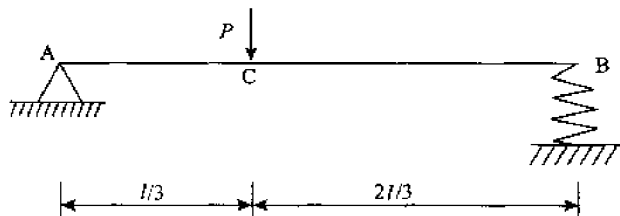

图 9-34
2. 已知图 9-34 中梁的抗弯刚度 EI 和支座 B 的弹簧刚度 K 。试用能量法求截面 C 的挠度。